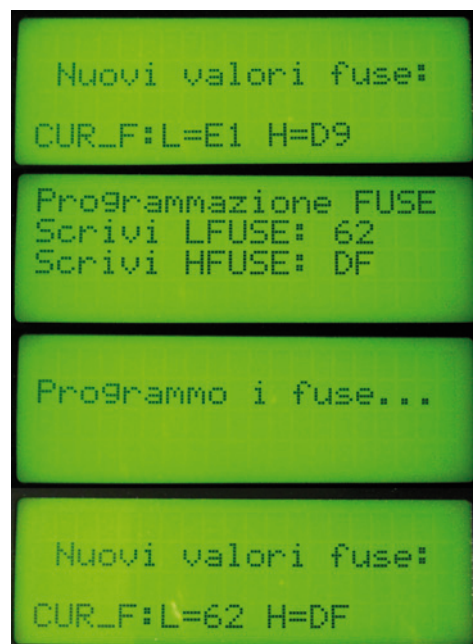

Fig. 9 - La Programmazione dei Fuse Byte.
- **Tasto 1 = Fuse def:** con questa operazione nel micro target vengono programmati i fuse attribuendo i valori di fabbrica (presi dalla Tabella iniziale); il display mostra un breve avviso di programmazione in corso e quindi effettua una rilettura e visualizza i nuovi valori dei fuse, affinché si possa verificare l'effettivo buon fine dell'operazione (v. prima immagine in alto della Fig. 9);
- **Tasto 2 = Scrivi Fuse pers:** in questo caso i valori dei fuse da scrivere dovranno essere inseriti tramite il tastierino numerico, direttamente in valore esadecimale (v. seconda immagine della Fig. 9), in base alle proprie esigenze (abbiamo approfondito in precedenza il programma FuseCalc e nella puntata precedente il significato dei valori dei singoli bit dei tre Fuse Byte). Subito dopo il solito messaggio di programmazione in corso ed infine, come per il punto precedente, la rilettura di verifica dei fuse appena scritti (v. terza e quarta immagine della Fig. 9);